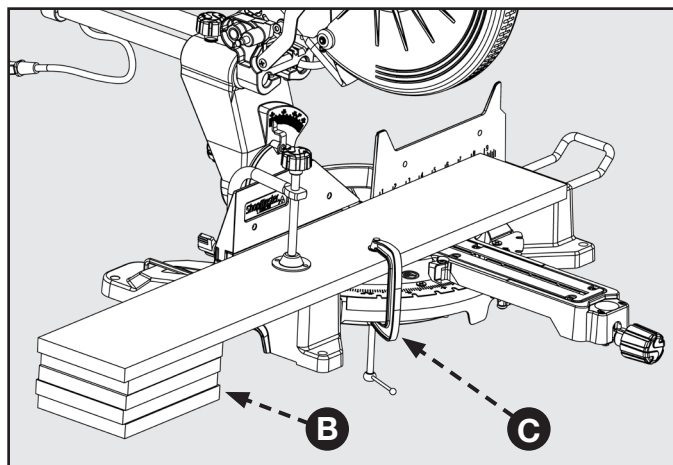

FIGURE 21
Dans la plupart des cas, les rallonges de table incluses (supports de pièce) suffiront pour supporter des pièces plus longues. Si celles-ci ne sont pas assez longues, la pièce doit être soutenue plus loin de la scie. Un support supplémentaire (B) peut être utilisé pour placer la pièce à plat sur la table de sciage. Utilisez l'étau inclus ou une presse en C (C) pour immobiliser la pièce sur la table de la scie à onglets. Voir figure 21.